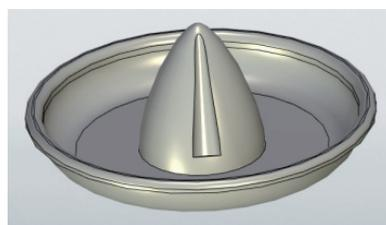

Рис. 18. Результат выреза
2.5. В итоге мы получили элегантный вырез (рис. 18).